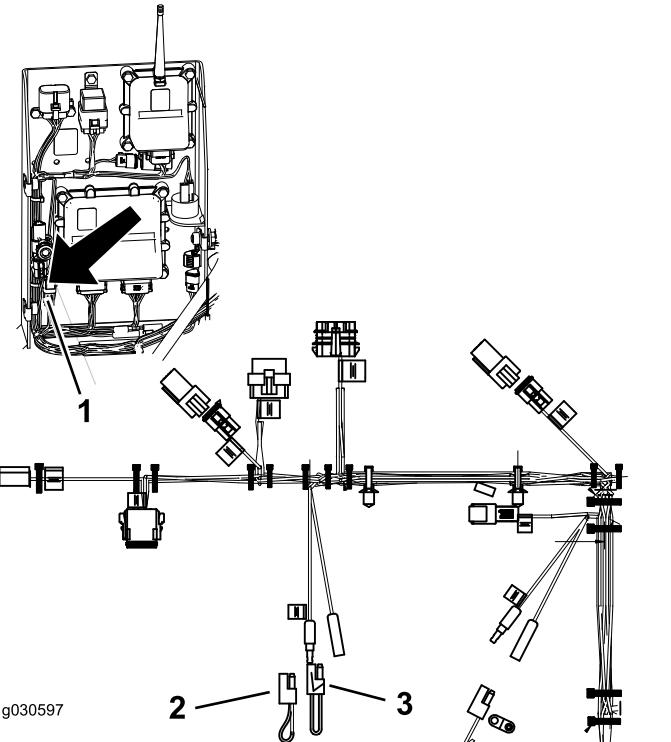

図 31
2. 図 31に示すピグテールコネクタから2本の接続を外す。